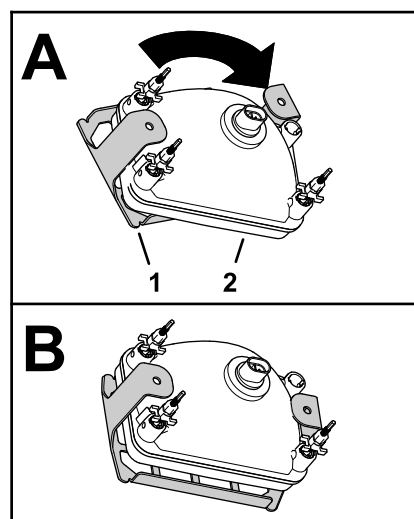

Figura 45
4. Asamblai apărătoarele pentru faruri la nivelul farurilor după cum este indicat în Figura 45.
7. Fixai apărătoarea farului la consolele de montare ale farurilor (Figura 45) cu cele 4 uruburi cu guler ($5/16 \times \frac{5}{8}$).